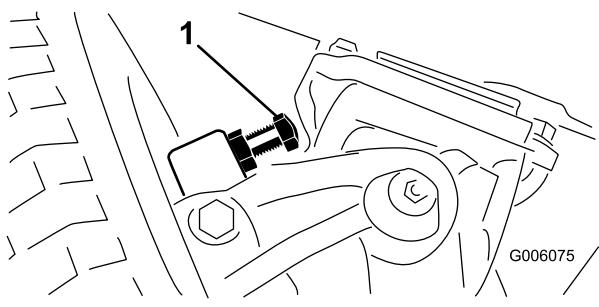

図 59
1. すきまが、2.3mm になるよう、ボルトを締め込み、あるいはゆるめて調整します（図 59）。